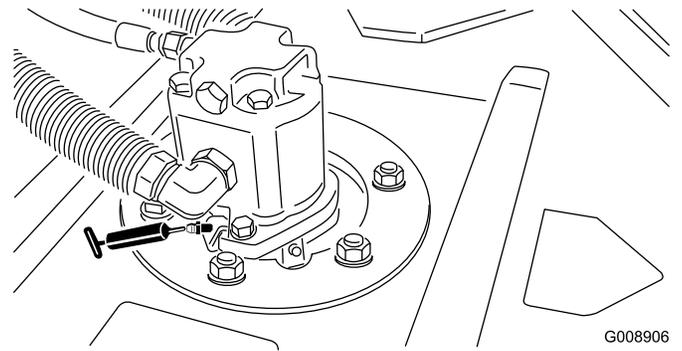

Bild 41
- Spindelwellenlager des Mähwerks (1 pro Mähwerk) (Bild 41)